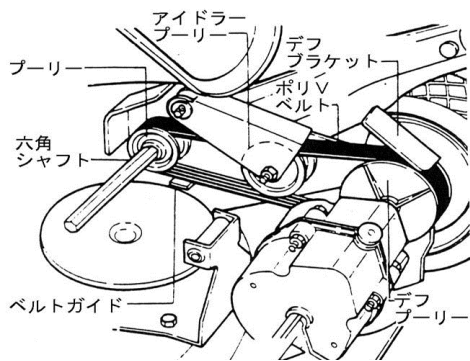

図 6-16
② ポリVベルトの交換
- ベルトを切断したり取り外す前に、プーリー間のベルトの経路をメモしておきます。(図6-16)